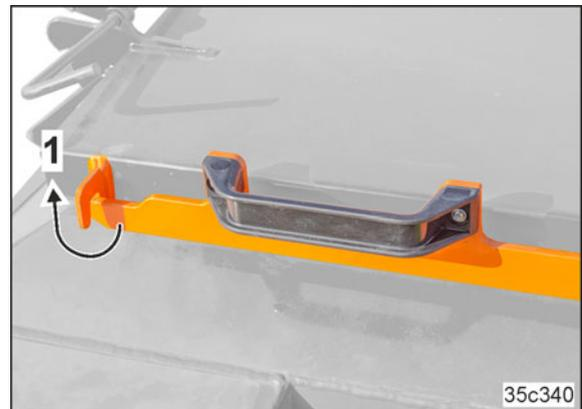

Fig. 252
2. Déverrouillez le levier (Fig. 252/1)